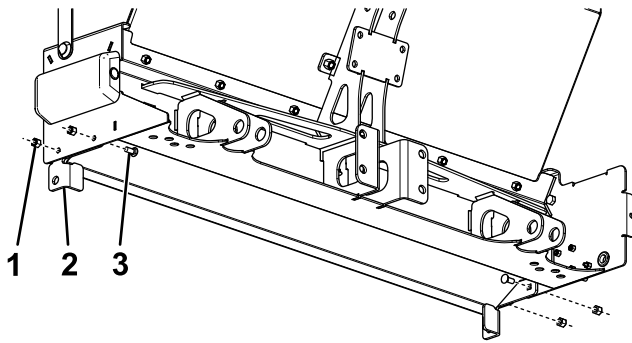

图6
- 用 4 个螺栓（5/16 英寸）和锁紧螺母将车箱止动装置固定至撒布机机架的两侧（图6）。